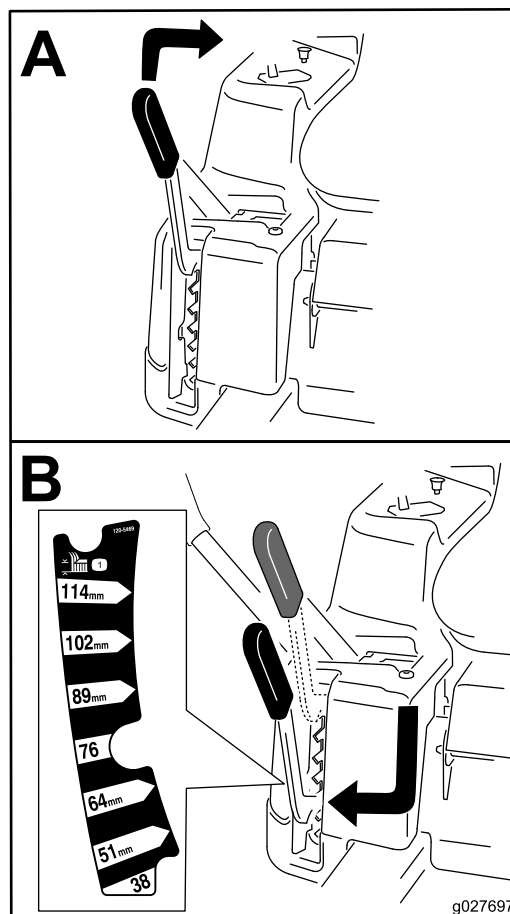

Рисунок 27
**Примечание:** Транспортное положение — это самое высокое положение высоты скашивания, соответствующее 115 мм, как показано на Рисунок 27.
Высота скашивания регулируется рычагом, расположенным справа от рабочего места оператора (Рисунок 27).